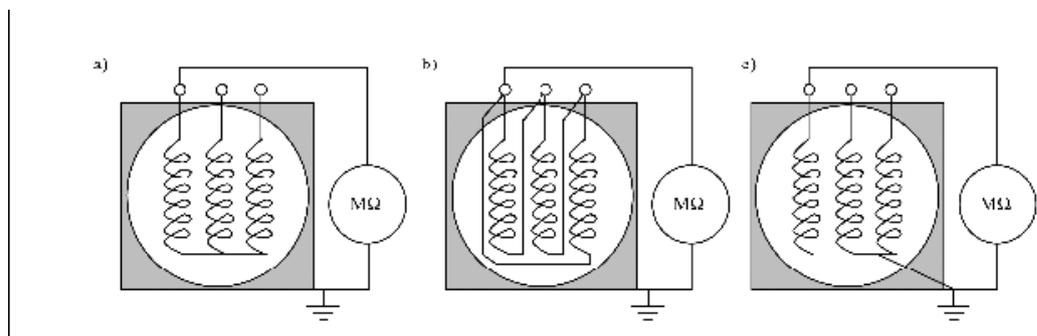

Figura 7-3. Conexión de los bobinados de estator para mediciones de resistencia de aislamiento
- Las conexiones secundarias de los transformadores de corriente (CT), incluidos los núcleos de reserva, no estén abiertas. Vea la *figura 7-3. Conexión de los bobinados de estator para mediciones de resistencia de aislamiento, parte a.*
La medición de resistencia de aislamiento se debe realizar en la caja de terminales. La prueba usualmente se realiza a todo el bobinado como un grupo, en cuyo caso el medidor se conecta entre el bastidor de la máquina y el bobinado. Vea las *partes a y b* de la *figura 7-3. Conexión de los bobinados de estator para mediciones de resistencia de aislamiento.* El bastidor se conecta a tierra y las tres fases del bobinado de estator permanecen conectadas en el punto neutro; vea la *parte a* de la *figura 7-3. Conexión de los bobinados de estator para mediciones de resistencia de aislamiento.* En la figura, $M\Omega$ representa el equipo de medida de resistencia de aislamiento.
Si la resistencia de aislamiento medida de todo el bobinado es menor que lo especificado y las bobinas de la fase se pueden desconectar fácilmente entre sí, cada fase también se puede medir por separado. Esto no es posible en todas las máquinas. En esta medición, el equipo de medida está conectado entre el bastidor de la máquina y uno de los bobinados. El bastidor y las dos fases que no se miden están conectados a tierra; vea la *parte c* de la *figura 7-3. Conexión de los bobinados de estator para mediciones de resistencia de aislamiento.* En la figura, $M\Omega$ representa el equipo de medida de resistencia de aislamiento.
En la figura 7-3: